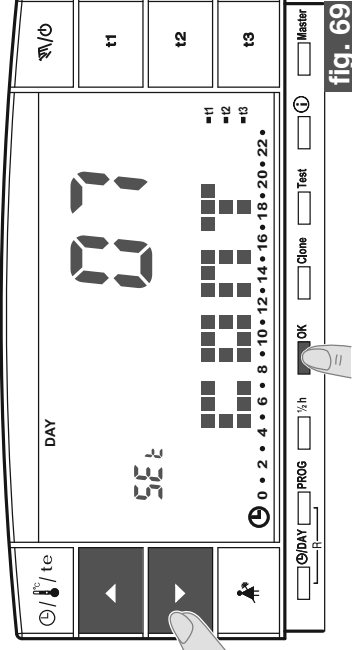
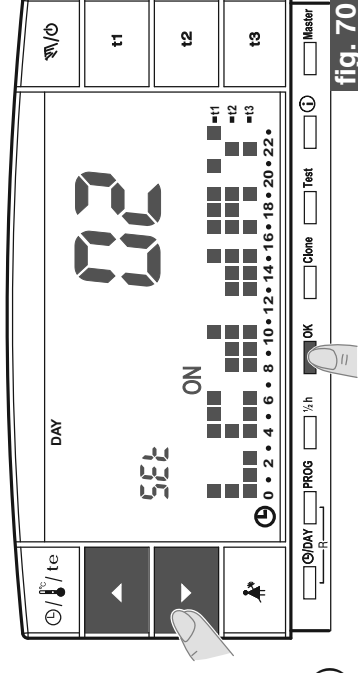
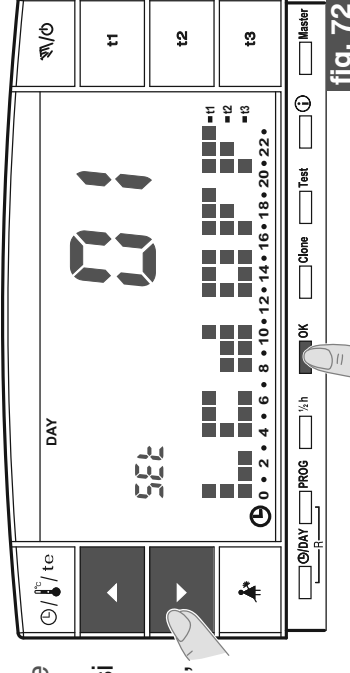

fig. 69
fig. 70
fig. 72
• Modificare il valore di contrasto selezionato utilizzando i tasti   ; ad ogni impulso corrisponde una variazione di 1 punto (esempio in fig. 69).
- Dalla videata di visualizzazione del contrasto del display (esempio in fig. 69) premere i tasti ▲▼ per visualizzare il livello "02" Lcd DAY (esempio in fig. 70).
- Dalla videata di visualizzazione del contrasto del display (esempio in fig. 69) premere i tasti ▲▼ per visualizzare il livello "01" Lcd OFF (esempio in fig. 72).